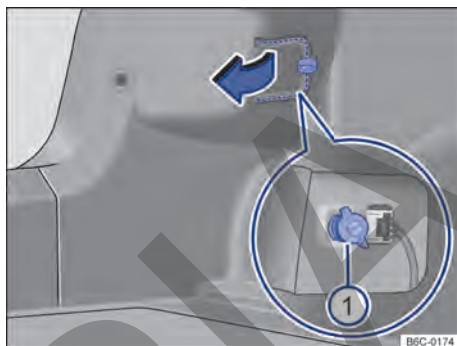
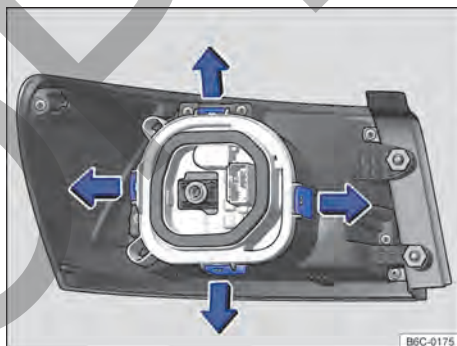

Fig. 183 En el maletero: desmontar la cubierta y retirar el tornillo mariposa ① (fragmento ampliado).
Fig. 184 Linterna trasera: desmontar el portalámparas.
- ① Observar la lista de control y ejecutar las acciones → pág. 242.
- ② Abrir la tapa trasera → pág. 76.
- ③ Para abrir la cubierta de la luz, girar la traba → fig. 183 (flecha).
- ④ Abrir la cubierta junto con la traba hacia el costado.
- ⑤ Aflojar el tornillo mariposa ① (fragmento ampliado) y retirarlo, sosteniendo, al mismo tiempo, la linterna trasera. ▶
- ⑥ Tirar con cuidado de la linterna trasera hacia afuera, para desengancharla de la carrocería → ①.
- ⑦ Desenganchar el conector de alimentación de las lámparas de la linterna, para remover totalmente la linterna.
- ⑧ Colocar la linterna trasera sobre una superficie limpia y lisa.
- ⑨ Para desbloquear el soporte de las lámparas, presionar cada lengüeta de bloqueo → fig. 184 en el sentido de las flechas.
- ⑩ Desmonte el portalámparas con cuidado.
- ⑪ Para retirar las bombillas quemadas presione la bombilla contra el alojamiento y gírela en sentido antihorario.
- ⑫ Cambiar la bombilla quemada por una bombilla nueva del mismo modelo.
- ⑬ Para insertar las lámparas nuevas en el portalámparas, introduzca la nueva lámpara en el alojamiento correspondiente. Presione la bombilla y gírela en sentido horario hasta el tope.
- ⑭ Cerciorarse de que las lámparas estén correctamente fijadas en el soporte.
- ⑮ Instalar el soporte de las lámparas en la linterna trasera. Las lengüetas de bloqueo → fig. 184 deben encajar de forma audible.
- ⑯ Colocar el conector de alimentación en la luz.
- ⑰ Encajar la linterna trasera cuidadosamente en el alojamiento de la carrocería.
- ⑱ Sostener la luz trasera en la posición de montaje con una de las manos y atornillar con la otra el tornillo mariposa → fig. 183 ①.
- ⑲ Volver a colocar la cubierta de la linterna en su posición y girar la traba para cerrar.
- ⑳ Cerrar la tapa trasera → pág. 76.